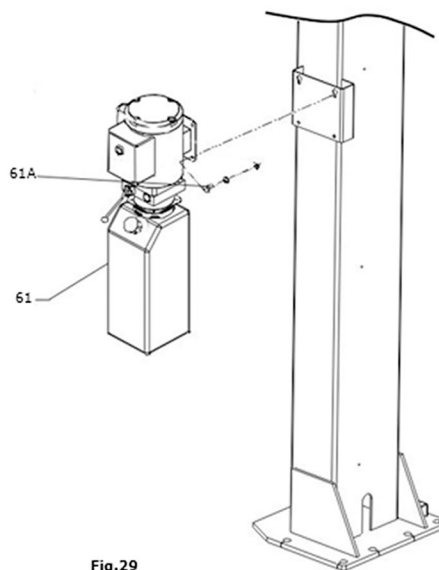

Fig.29
K. Instalar a unidade de energia (Veja a Fig. 29)